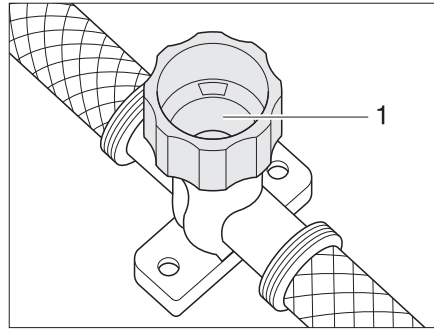

Fig. 135 Rubinetto di scarico per scaldacqua
- Chiudere il rubinetto di scarico. A tal fine ruotare il coperchio (Fig. 135,1) in senso orario.
- Aprire il rubinetto di scarico dello scaldacqua. A tal fine ruotare il coperchio (Fig. 135,1) in senso antiorario.